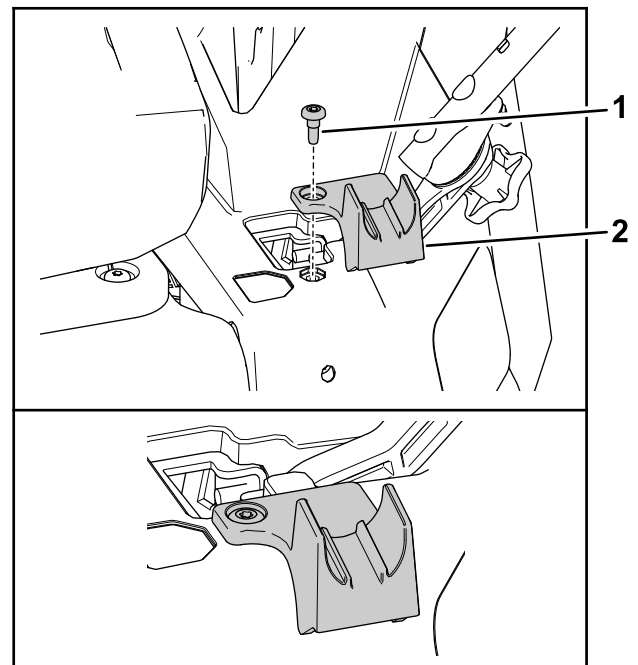

Figura 7
2. Allineate il fermo della stegola al guscio sinistro come mostrato nella Figura 7.
3. Fissate il fermo al guscio (Figura 7) con la vite di spallamento del kit ($\frac{1}{4}$ " x $\frac{1}{2}$ ").